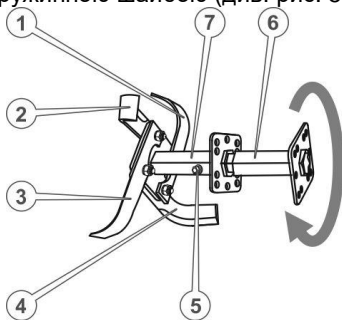

Рисунок 5.3. – Ґрунтофреза
не спадали зі шківів. Якщо зчеплення затиснуте, повинен забезпечуватися щільний, без прослизання, контакт пасів зі шківками, за цих обставин відстань між нижньою та верхньою гілками пасів повинна становити 60-65 мм (див. розмір «А» на рисунок 5.3.)
1. Вставити додаткову маточину ротора в шестигранний отвір основної маточини та зафіксувати, щоб уникнути можливого осьового зсуву, болтом М8х80 з плоскою і пружинною шайбою (див. рис. 5.3.)
3. Притулити приготовані ножі (наприклад, поз. 2 та поз. 3 на рис. 5.3.) до кріпильного квадрата маточини уздовж двох суміжних сторін цього квадрата у такий спосіб, щоб квадрат опинився всередині загинів ножів, загострені частини ножів були спрямовані в напрямку обертання (як зазначено стрілкою на рис.5.3.), кріпильні отвори ножів збіглися з отворами квадрата, водночас кінцевий отвір одного ножа (поз.3) збігся із серединним отвором іншого ножа (поз. 2). Утримуючи ножі в такому положенні, вставити в отвір болт, надіти шайби та наживити гайку.
6. Скласти інші сегменти ротора ґрунтофрези (див. рис. 5.3.). Складання лівої половини ґрунтофрези здійснюється аналогічно, з урахуванням напрямку обертання ротора.